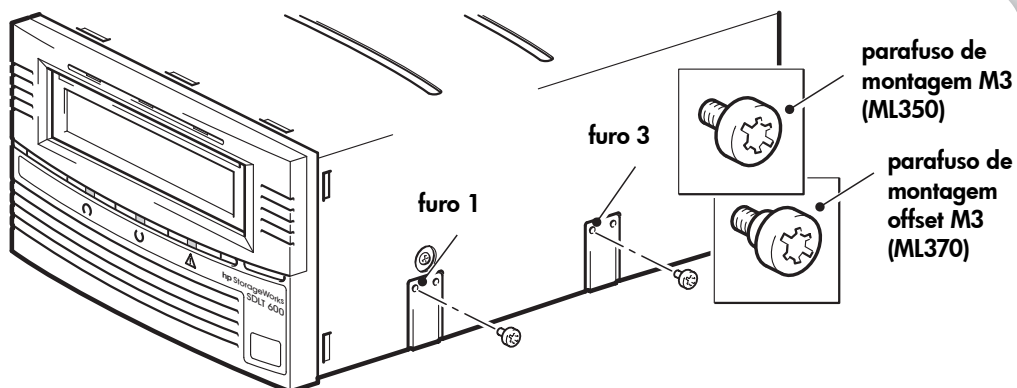

Figura 5c: fixar parafusos de montagem em um servidor HP ProLiant ML350 ou 370 padrão
- 1 Use uma chave de fenda Torx T8 para fixar os parafusos adequados. Poderá ser necessário comprar os parafusos M3 separadamente. Posicione os parafusos nos furos à direita na unidade de fita (furos 1 e 3), conforme mostra a Figura 5c.